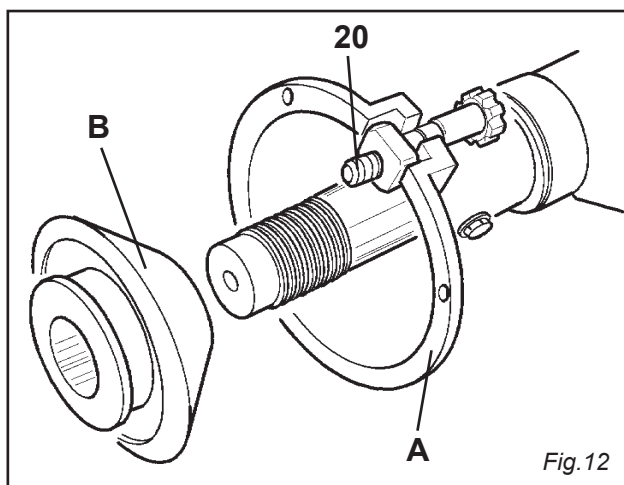

Fig.12
Per bloccare cerchi con queste caratteristiche si usa la flangia fissa (A) abbinata al cono piccolo (B). (Fig. 12)
To lock these rims, use fixed flange (A) together with small cone (B) (Fig.12)
Pour bloquer toute jante ayant ces caractéristiques il faut utiliser la bride fixe (A) accouplée au petit cône (B) (fig. 12)
Zur Einspannung dieser Felgen soll man den Festflansch (A) zusammen mit kleinem Kegel (B) verwenden (Abb.12)